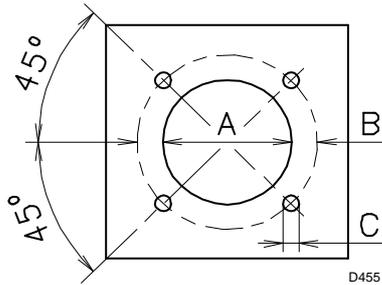

Abb. 6
5.3 Kesselplatte (Abb. 6)
Die Abdeckplatte der Brennkammer, so wie auf der (Abb. 6) dargestellt, vorbohren. Die Position der Gewindebohrungen kann mit der zur Grundausstattung gehörenden Isolierplatte ermittelt werden.